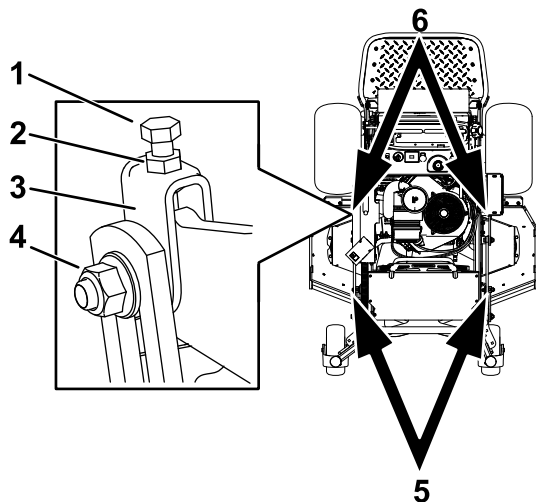

Figura 97
1. Afloje la contratuerca y el perno lateral de las horquillas que desea ajustar (Figura 97).
2. Gire el perno superior de las horquillas para ajustar la altura de la carcasa de corte (Figura 97).
5. Si la medida no es correcta, localice las dos horquillas en la máquina (Figura 97).